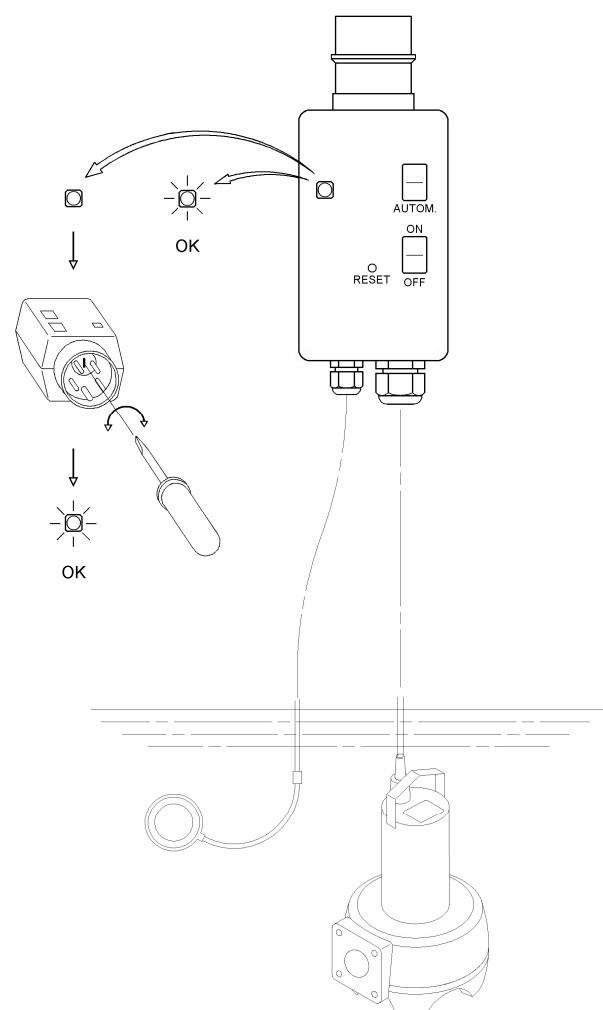

Рис. 8
- Исполнение "A" (Рисунок 8): Нажать устройство смены фаз на штекере СЕЕ подходящей отверткой и повернуть на 180°.